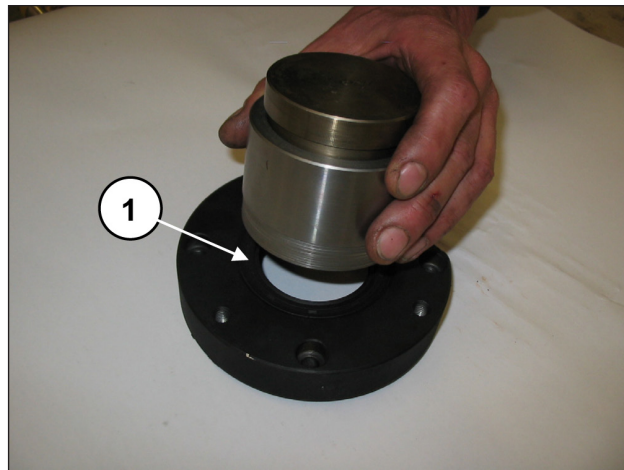

Abb. 64
Setzen Sie den radialen Dichtring in den Zapfwellen-Lagerdeckel ein. Verwenden Sie hierfür das Werkzeug Art. 27548200 (Pos. ①, Abb. 64).